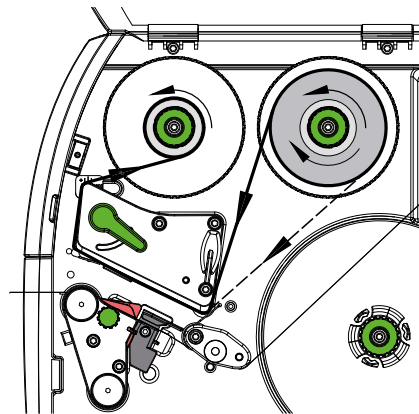

图 14 转印花膜的运行
2. 逆时针转动手柄 (6)，以提起打印头。
3. 将转印花膜 (1) 推到放卷器 (2) 上，使色带的彩色涂层在放卷时朝下。
4. 在放卷器上定位料卷 (1)，使料卷两端所处的刻度值相同。
5. 抓住色带卷 (1) 并逆时针转动放卷器上的旋钮 (3)，直到色带卷固定。
6. 将合适的色带芯 (4) 推到收卷器 (5) 上，并用同样的方法固定。
7. 如图 14 所示，将色带穿过打印组件。
8. 用胶带将色带开头固定在色带芯 (4) 上。这时要注意收卷器的旋转方向为逆时针。
9. 逆时针转动收卷器 (5)，使色带的运行平整。
10. 顺时针转动手柄 (6)，以锁定打印头。